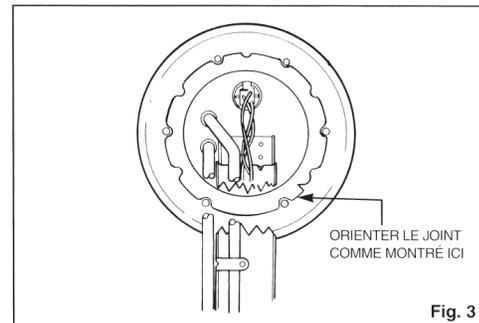

Fig. 3
B) Avant d'enlever le film adhésif de protection du nouveau joint d'étanchéité, repérer l'orientation correcte du joint (voir Fig.3). Ôter le film adhésif et en respectant l'orientation correcte, installer le nouveau joint sur le support de pompe.